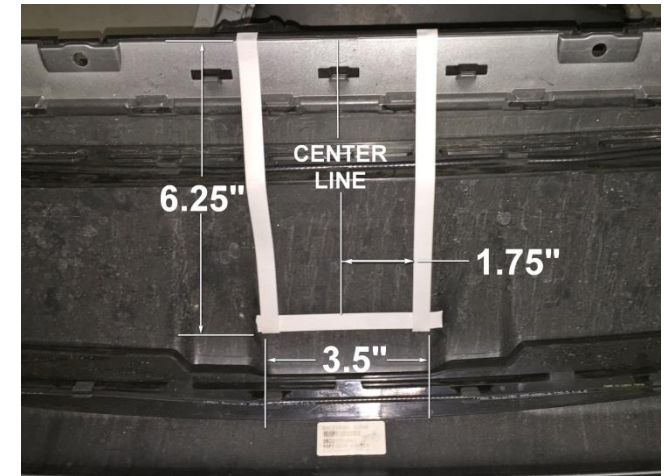

Figure 3
2. Trim fascia as shown in Figure 3.
Trim fascia as shown in Figure 3.
2. Découper le carénage selon la Figure 3.
Découper le carénage selon la Figure 3.